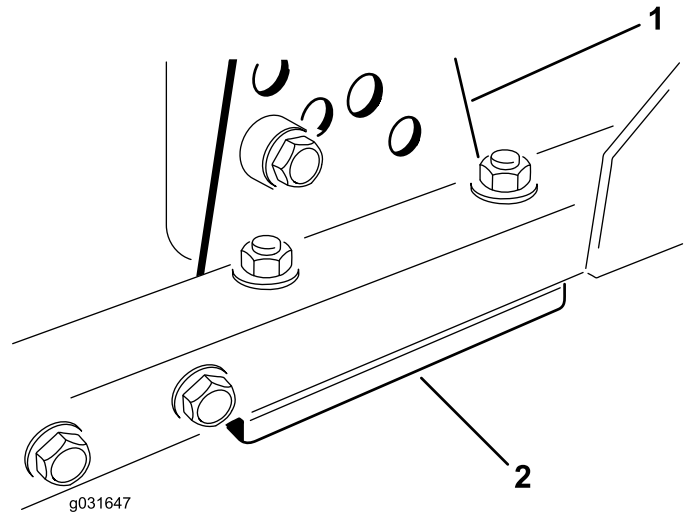

Figura 72
1. Togliete la staffa dell'altezza di taglio (anteriore, sinistra o destra) dal telaio dell'apparato di taglio (Figura 72).
2. Regolate gli spessori di 1,5 mm e/o 0,7 mm fra il telaio dell'apparato di taglio e la staffa per ottenere l'altezza di taglio desiderata (Figura 72).
3. Montate la staffa dell'altezza di taglio sul telaio dell'apparato di taglio, lasciando gli spessori rimasti sotto la staffa (Figura 72).